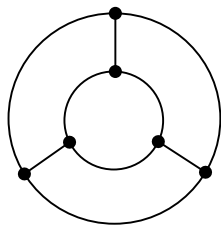

Рис. 1.3
2. На рис. 1.3 дана структурная схема некоторой цепи (ветви изображены линиями, узлы – точками). Определить для нее число взаимно независимых уравнений, которые можно составить по первому и второму законам Кирхгофа.